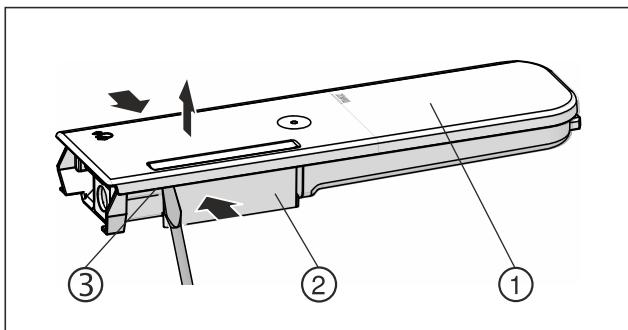

Fig. 153
- Стиснете резервоара за вода Fig. 153 (2) и внимателно откачете и изтеглете нагоре капака Fig. 153 (1) над фиксиращите палци Fig. 153 (3).
- Раздвижете капака Fig. 153 (1) леко напред-назад и го свалете нагоре.